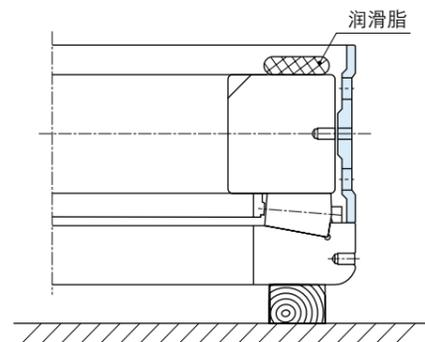

图 3.41
- (4) 将全面薄涂润滑脂的外隔圈放于外圈端面（挡边）上（见图 3.41）。